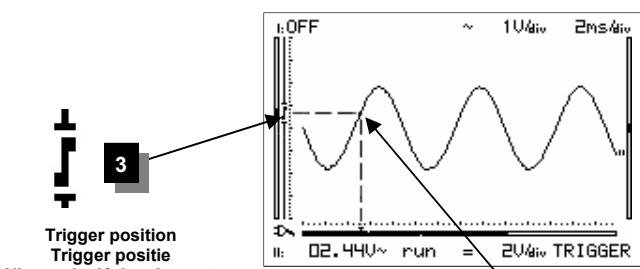

Fig 60
- Press **▲** and **▼** cursor-keys to change the trigger level (Fig 60).
- Wijzig het trigger niveau met de cursor-toetsen ▲ en ▼ (**Fig 60**).
- Ajustez le niveau de démarrage avec les touches du curseur ▲ et ▼ (**Fig 60**).
- Drücken Sie auf die ▲ und ▼ Cursortasten um den Triggerpegel zu ändern (**Fig 60**).